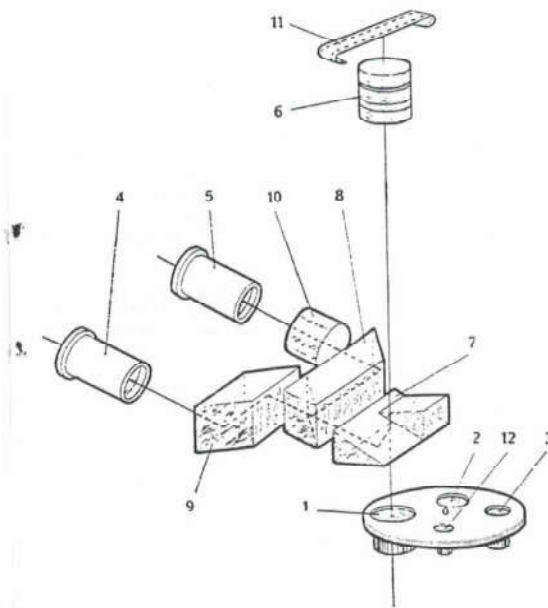

Рис. 1
Оптическая схема микрофотонасадки показана на рис. 1. Лучи света, проходящие через объектив микроскопа, падают на одну из оптических систем 1, 2 или 3, которая совместно с объективом переносит изображение объекта в фокальные плоскости окуляров 4, 5, а совместно с объективом и гомадом 6 — в плоскость фотопленки.
Установка того или иного увеличения насадки, а также установка системы для рассматривания выходного зрачка объектива производится вращением диска 13 за накатанную часть. Диск имеет четыре фиксированных положения. На цилиндрической части диска награвированы цифры «1,1», «1,6», «2,5» и буквы «ФК». Фиксатор, цифры и буквы расположены так, что при включении оптической системы 1 (см. рис. 1), 2 или 3 цифры, показывающие увеличение, устанавливаются против окна, находящегося сзади корпуса 14 (см. рис. 2) насадки; при включении системы 12 (см. рис. 1) против окна устанавливаются буквы «ФК».
В оптическую систему насадки рукояткой 15 (см. рис. 2) может быть включена или та часть призмы 7 (см. рис. 1), которая полностью отражает пучок лучей на призму 8, или же часть призмы, отражающая на призму 8 около 10% света и пропускающая остальную часть на пленку 11 фотокамеры. При вдвинутой рукоятке 15 (см. рис. 2) происходит полное отражение света, при выдвинутой — частичное.
токамерой 19 и тросиком 20. В трубку 18 вмонтирован гомал 6 (см. рис. 1).
Биноклярный тубус имеет два корпуса 21 (см. рис. 2) — левый и правый — с окулярными трубками 22, в которые вставляются парные компенсационные окуляры 7x. Корпуса 21 можно раздвигать в пределах 55—75 мм в зависимости от расстояния между глазами наблюдателя. Установка окулярных трубок по глазам наблюдателя производится разворотом тубусов. Тубусы должны быть установлены так, чтобы поля зрения левой и правой трубок слились. Внутри корпусов расположены призмы 8 (см. рис. 1), 9 и компенсатор 10.
2. Ввести в оптическую систему ту часть призмы 7 (см. рис. 1), которая полностью отражает световой пучок; для этого рукоятку 15 (см. рис. 2) вдвинуть до упора.
2. Ввести в оптическую систему ту часть призмы 7 (см. рис. 1), которая отражает приблизительно 10% лучей; для этого рукоятку 15 (см. рис. 2) выдвинуть до упора.
5. Проверить настройку освещения в микроскопе. Для этого включить систему 12 (см. рис. 1), позволяющую рассматривать выходной зрачок объектива, и проверить резкость и центричность изображения источника света в зрачке. Затем, включив систему 1, 2 или 3, проверить резкость и центричность изображения полевой диафрагмы микроскопа.